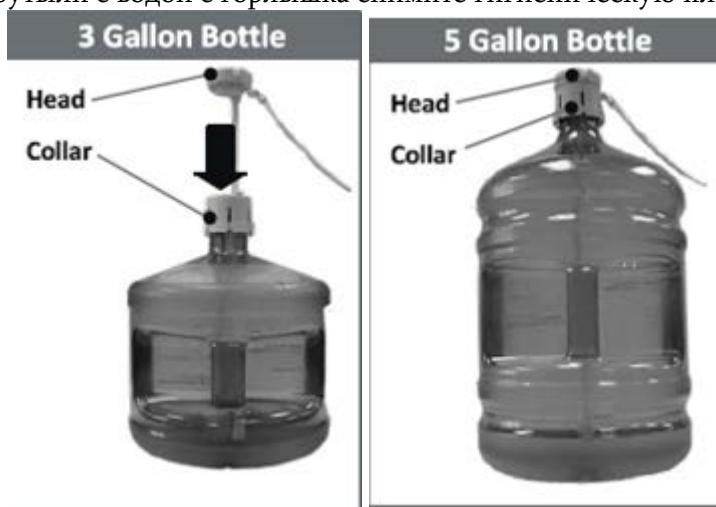

Рис.3 Установка сифона на бутыль с водой
(рис.3 — 1) на горлышко бутыли до щелчка.
7. Верхнюю часть крышки сифона (рис.3 — 2) опускайте до тех пор, пока трубка сифона не коснется дна бутыли.